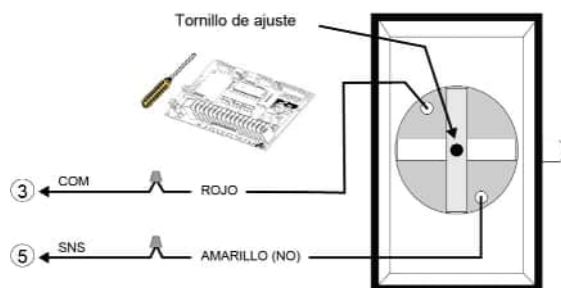
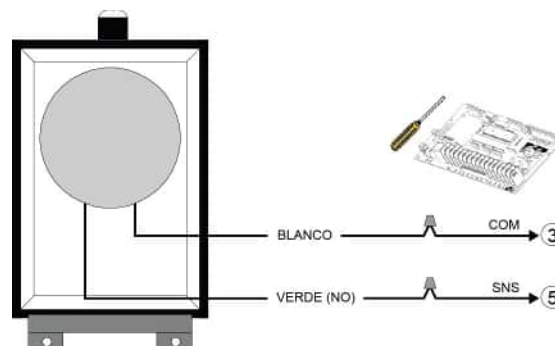

Figura 37 - AIRSWITCH 001 / 007
Figura 38 - AIRSWITCH 009 / 018
3. Utilizar un cable en espiral o carrete de recogida para conectar el interruptor de aire a los terminales del operador. Instalar los cables eléctricos de acuerdo con la Figura 37 o la Figura 38.